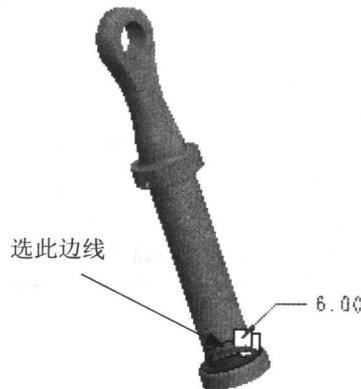

图 1.1.21
(4) 预览特征：在操控板中，单击预览图标 \odot ，可浏览所创建的圆角特征。
(5) 完成特征：在操控板中，单击完成图标 \checkmark ，则完成特征的创建。
Step13. 添加圆角特征：选取如图 1.1.21 所示的边线，圆角半径为 6，其他相关操作参见上一步。